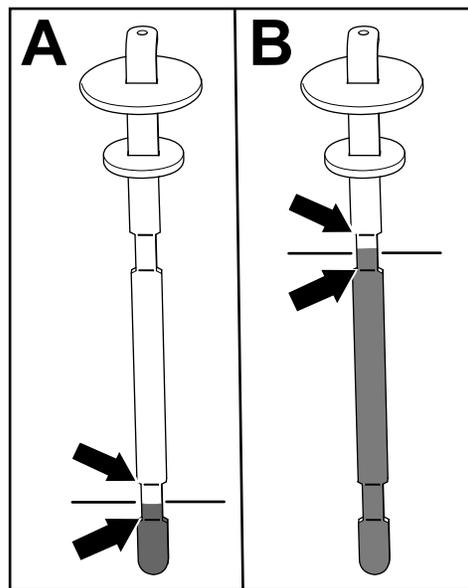

Рисунок 80
5. Извлеките щуп и проверьте уровень рабочей жидкости (Рисунок 80).
- Если у вас на машине установлен **режущий блок**: уровень гидравлической жидкости должен находиться на соответствующем уровне между 2 нижними отметками на щупе (А на Рисунок 80). Также допустимо, если уровень жидкости находится выше нижних отметок.
**приводом:** уровень гидравлической жидкости должен находиться на соответствующем уровне между 2 верхними отметками на щупе (В на Рисунок 80).